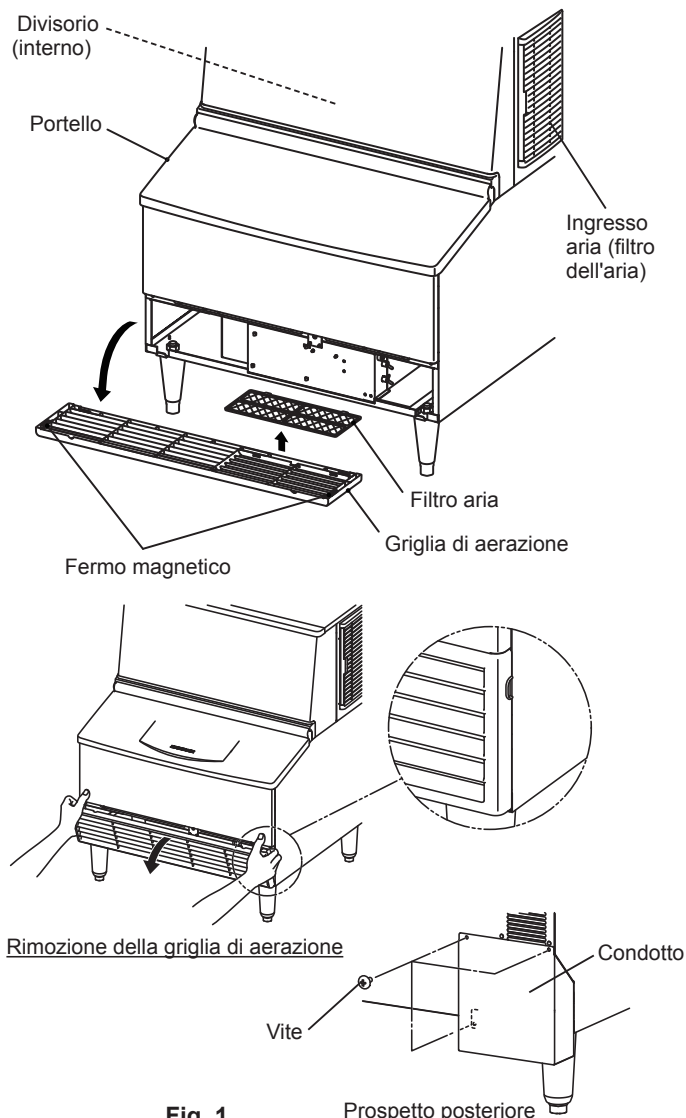

Fig. 1
- 5) Collegare il condotto al pannello posteriore utilizzando le tre viti in dotazione. Vedere Fig. 1.